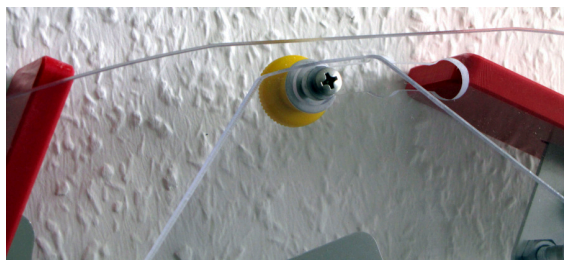

Abb. 10
- (1) Die Pedale einzeln in die untere Stellung bringen, so dass der zugehörige gelbe Arretierbolzen sich oben befindet (**Abb. 10**).
- (2) Den Arretierbolzen umfassen, ohne Gewaltanwendung nach Außen schieben, und entsprechend der gewünschten Widerstandsstufe in eine der nachstehend beschriebenen Positionen bringen.